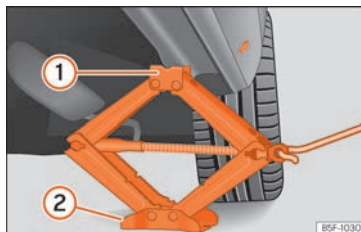

Fig. 41 Longarina: colocação do macaco do veículo.
- Rode a manivela do macaco*, colocado por baixo do ponto de apoio da longarina, para levantá-lo até que o ressalto ① » » **Fig. 41** se encontre por baixo da zona que lhe corresponde.
- Alinhe o macaco* de forma que o ressalto ① «fique encaixado» na zona da longarina que lhe corresponde e que a placa base móvel ② fique apoiada no chão. A placa base ② deve ficar colocada na vertical, relativamente ao ponto de apoio ①.